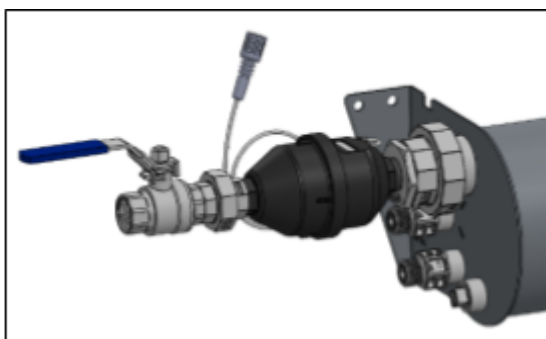

Figure 9.
- o **⚠Attention** : montez le compteur d'eau avec les compteurs vers le haut et la flèche dirigée vers le réservoir de mélange. Voir figure 9.